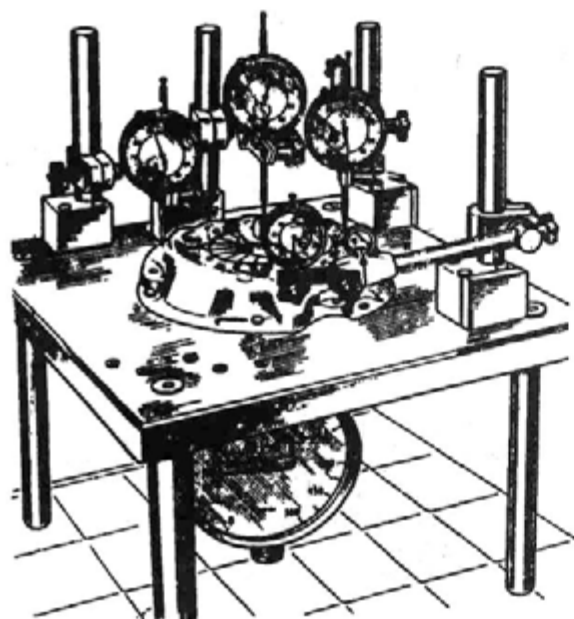

Рис. 78. Замер биения и отхода нажимного диска
4. При приложении к поверхности «Н» опорной пятки нагрузки в направлении стрелки «К» и отходе поверхности «Н₁» нажимного диска от поверхности «Н₂» на 7,9 мм биение поверхности «Н₁» не должно превышать 0,25 мм. Замер биения и отхода нажимного диска производите с помощью индикаторов, штифты которых установлены на головки заклепок в местах крепления к нажимному диску соединительных звеньев, как показано на рис. 78.